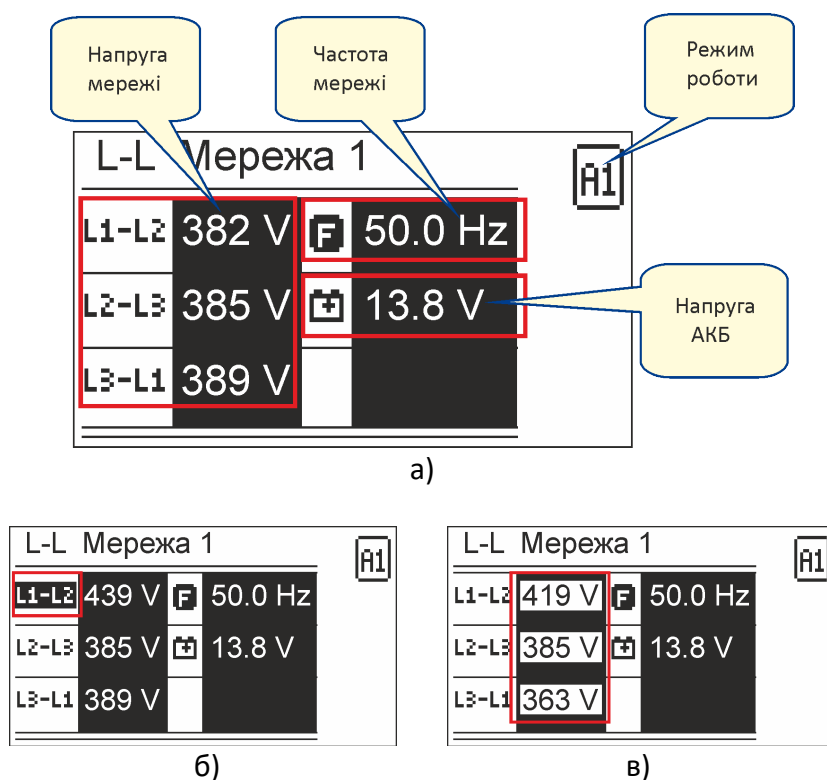

Рис. 5.7 – Індикація вимірювань і стану контролера:
5.6.4 На екранах головної сторінки індикації відображаються значення вимірюваних лінійних або фазних напруг, частоти, напруги АКБ і поточний режим роботи (рис. 5.7, а). Опис індикації режимів роботи наведено в таблиці 5.2.
5.6.4.1 Перевищення будь-якої контрольованої напруги змінного струму або вихід за допустимі межі інших контрольованих параметрів (частота, напруга АКБ) відображається миготінням відповідної назви вимірюваного параметра. Приклад перевищення лінійної напруги L1-L2 показано на рис. 5.7, б).
5.6.4.2 Асиметрія контрольованих напруг змінного струму в разі трифазного підключення відображається миготінням усіх трьох вимірюваних значень. Приклад індикації асиметрії показано на рис. 5.7, в).